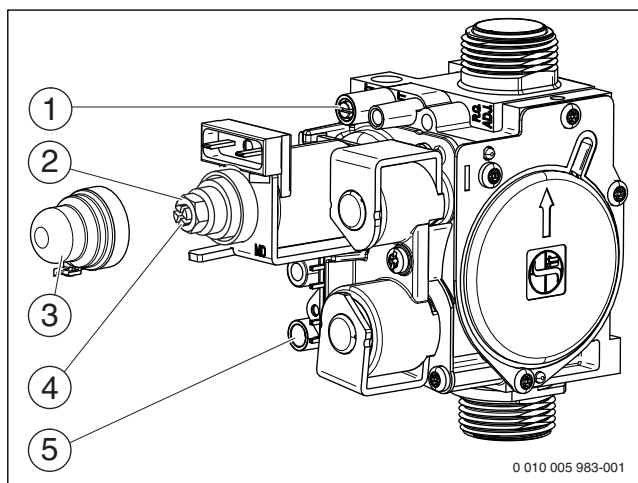

Рис. 31 Газовая арматура
- ▶ Отверните уплотнительный винт штуцера измерения давления на форсунках ( рис. 31, [1]) и подсоедините U-образный манометр.
- ▶ Снимите крышку ( рис. 31, [3]).
- ▶ Значение «тах» давления (мбар) на форсунках приведено в таб. на стр. 43. Установите давление на форсунках регулировочным винтом максимального расхода газа ( рис. 31, [2]). Поворот направо - больше газа, поворот налево - меньше газа.
- ▶ Значение «тiп» давления (мбар) на форсунках приведено в таб. на стр. 43. Установите давление на форсунках регулировочным винтом минимального расхода газа ( рис. 31, [4]).
- ▶ Выключите котёл и закройте газовый кран, отсоедините U-образный манометр и заверните уплотнительный винт (, [1]). Рис. 31
- ▶ Отверните уплотнительный винт на штуцере измерения подаваемого давления газа ( рис. 31, [5]) и подсоедините манометр.
- ▶ Установите и опломбируйте крышку ( рис. 31, [3]).